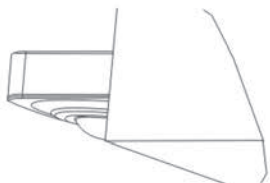
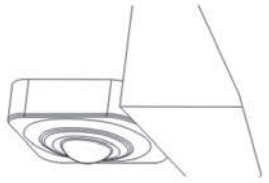

Fig. 2A
Fig. 2B
NOTA: El campo de vista del sensor puede ser parcialmente obstruido por el armazón de la luminaria (refiérase a la Fig. 2A). En las alturas de montaje superior, los rayos exteriores no son usados. Siempre y cuando, la parte inferior del sensor esté montada dentro de 1" desde la parte inferior de la luminaria, el campo de visión no se verá afectado (refiérase a Fig. 2B).
1. Ubique un medio desde el cuerpo del adaptador sobre el extremo de la luminaria para determinar el agujero de montaje apropiado a ser usado sobre el adaptador donde será situado el sensor para una cobertura óptima. La parte inferior del sensor deberá estar en o debajo del cuerpo de la luminaria. (Refiérase a Fig. 2B)